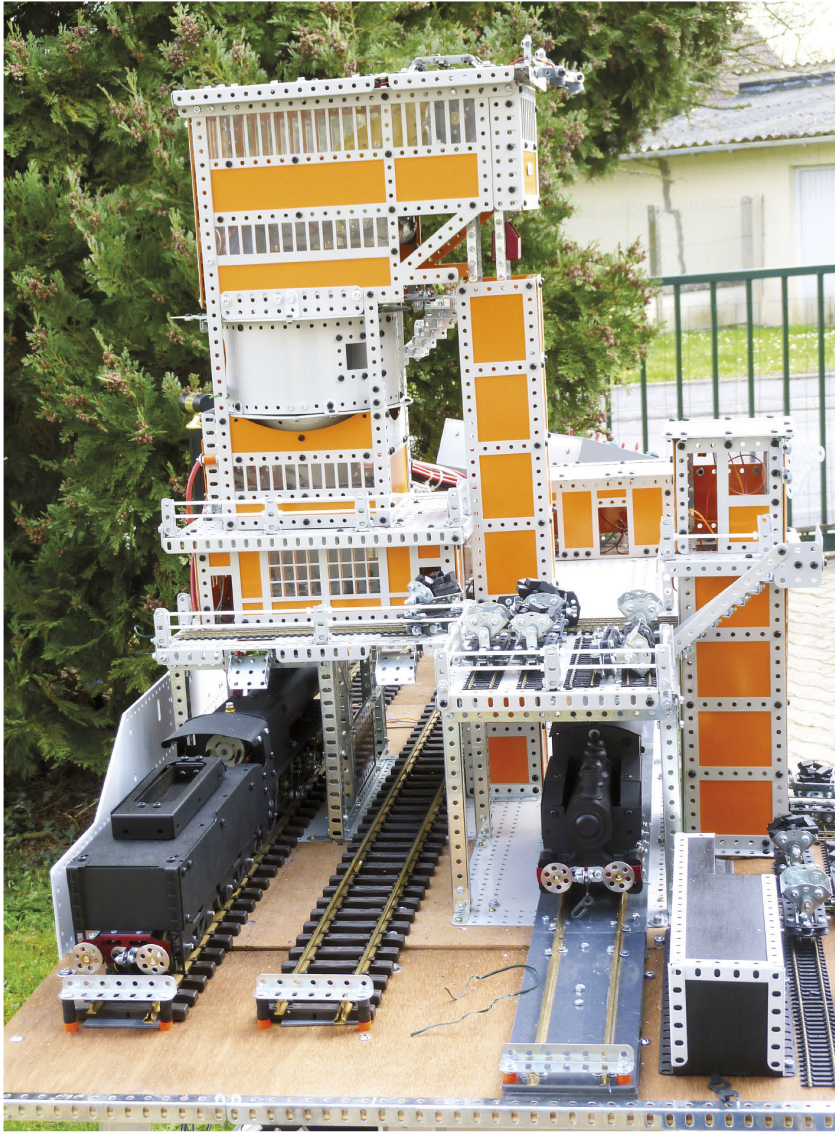

Fig. 7 Modèle vu de coté
Le modèle est au 1/35 (Fig. 7). La chaîne à godets mesure 2x2 m. Elle est constituée de 400 ref. 806b, 200 boulons pivots ref 147d et écrous. Elle pèse environs 1,5 kg.